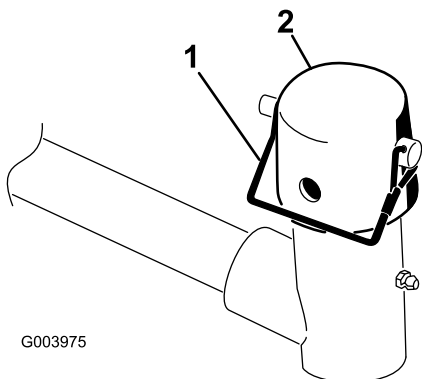

Figura 9
2. Retire el pasador de seguridad y el tapón de la horquilla de pivote del brazo de elevación (Figura 9).
Nota: Utilice la ranura si se desea que la unidad de corte sea dirigible, y utilice el taladro si la unidad de corte va a quedar bloqueada en una posición fija (Figura 9).